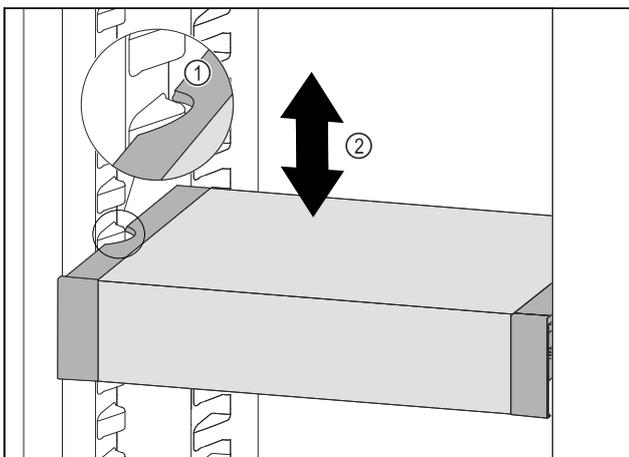

Fig. 129
- ▶ Tirer le VarioSafe vers l'avant jusqu'à ce que les encoches latérales du VarioSafe soient à la hauteur de la nervure du bac dans la partie réfrigérateur. Fig. 129 (1)
- ▶ Déplacer le VarioSafe vers le haut ou vers le bas dans la partie réfrigérateur jusqu'à ce que la hauteur souhaitée soit atteinte. Fig. 129 (2)